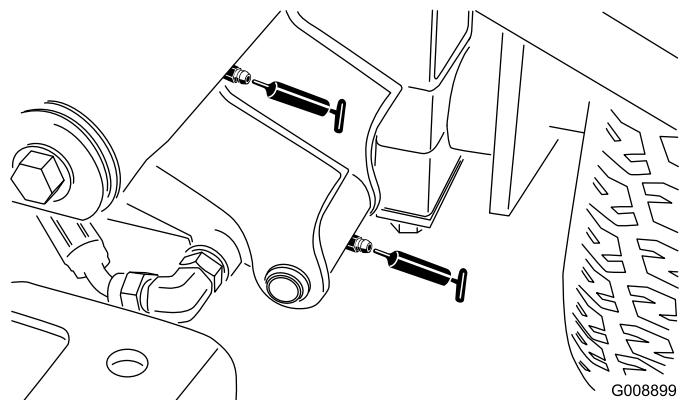

Bild 36
- Linke vordere Hubarm-Drehbüchsen und Hubzylinder (2) (Bild 36)